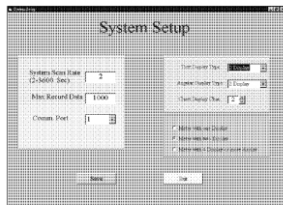

Fig. 2
1. Escolha o ajuste de sistema a partir do menu de ajuste no canto superior esquerdo e vera a caixa de dialogo de acordo com a Fig. 2